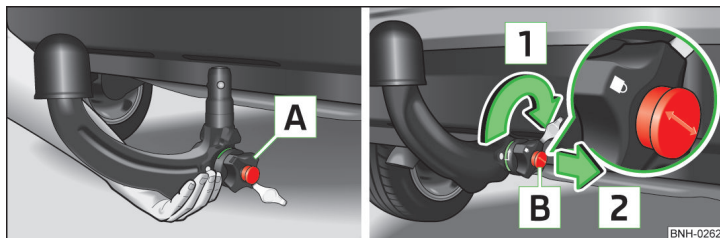

Abb. 113 Kugelstange einsetzen / Schloss verriegeln und Schlüssel abziehen
- Die Kugelstange von unten fassen » Abb. 113 und in den Aufnahmeschacht bis zum hörbaren Einrasten einsetzen » **!**.